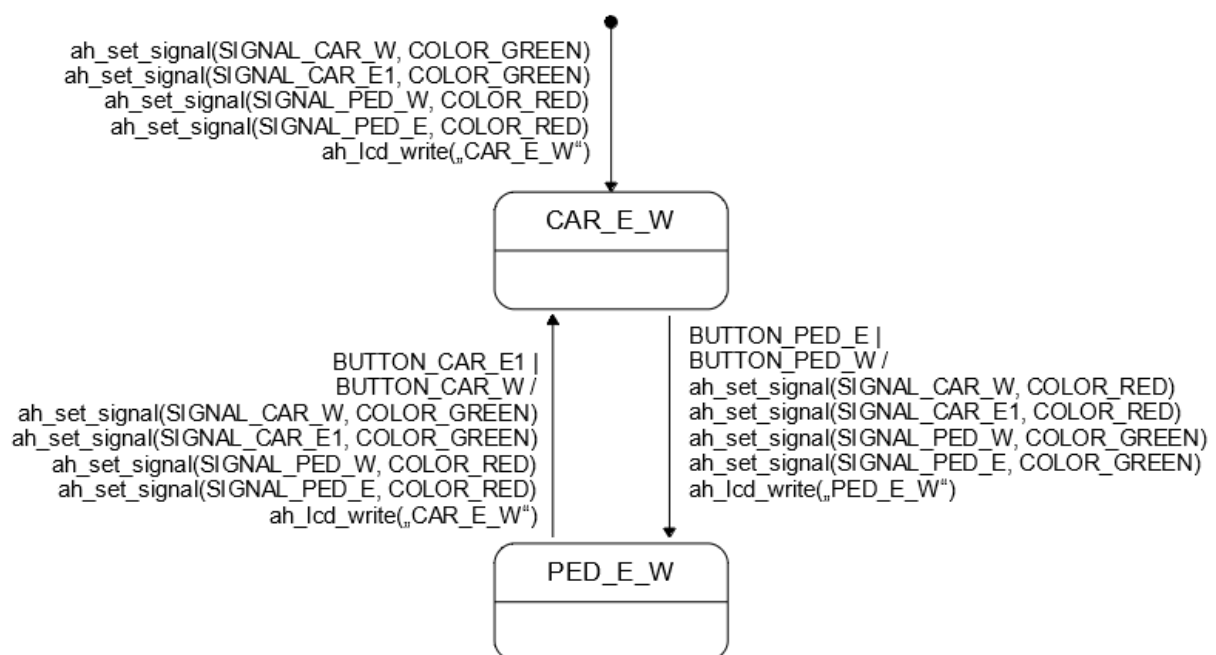

Abbildung 8: UML Diagramm ohne Gelbphase
- Implementieren Sie die Funktion `fsm_handle_event(event_t)` im Modul `state_machine` gemäss dem Diagramm in Abbildung 8.